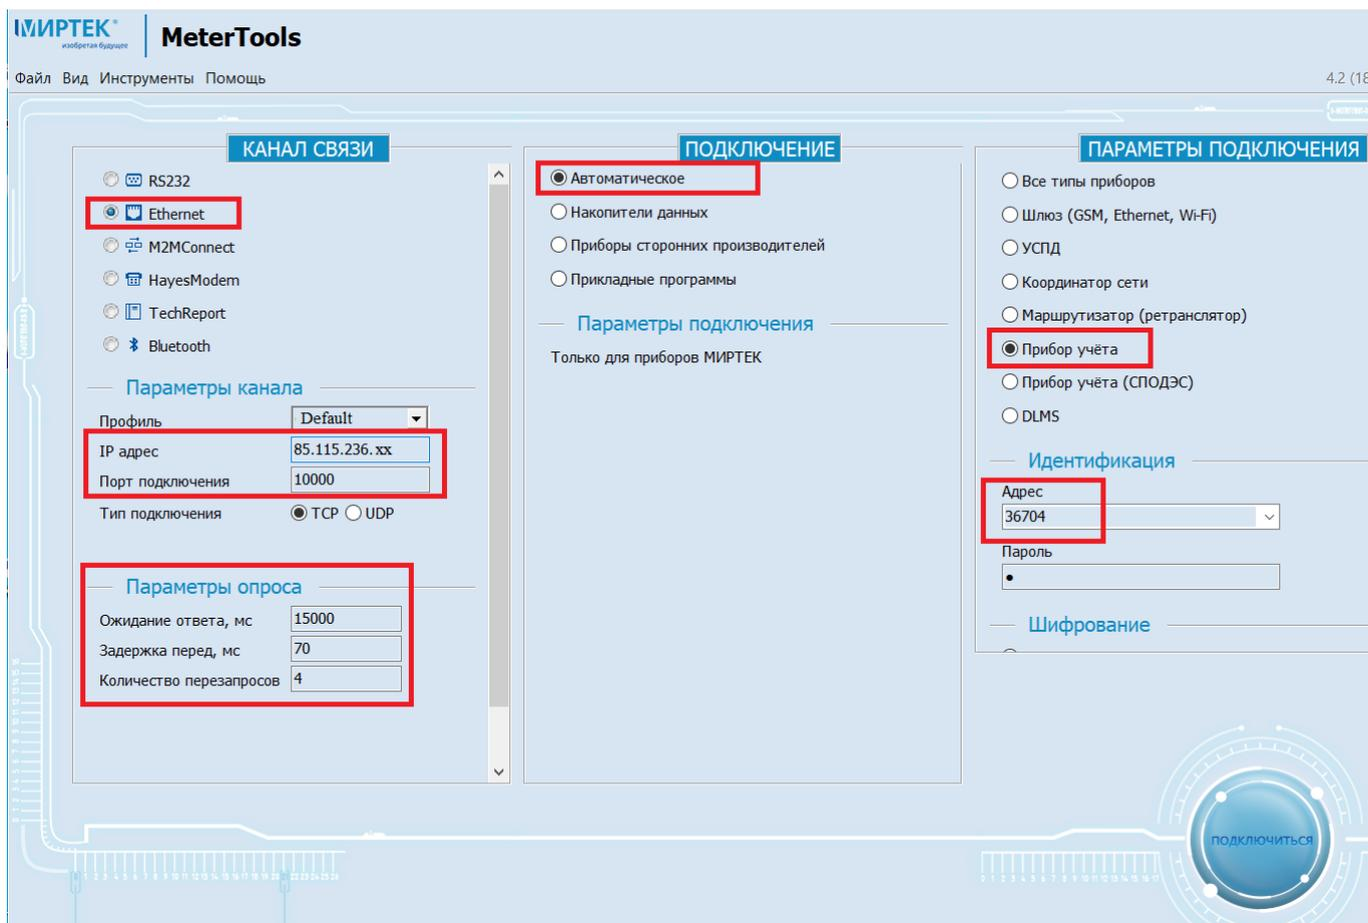

Рисунок 2.5 – Пример ввода параметров для подключения по GSM со статическим IP-адресом.
- 2.3.8 После ввода параметров (рис. 2.5) нажать кнопку «Подключиться».